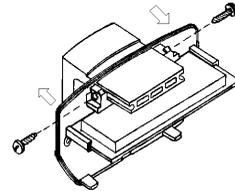

Рис.3
2. Снимите основание корпуса с кронштейна, предварительно ослабив винты, крепящие кронштейн к основанию (рис.3).
4. Установите основание с печатной платой на кронштейн на таком расстоянии от стены, чтобы карнизы не загораживали зону обнаружения. Фиксация положения основания на кронштейне осуществляется с помощью винтов (рис.3).